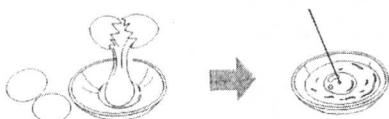

图 1-13 烹调带壳食品应先插孔
(1) 切勿煮带壳蛋，否则压力会使蛋爆裂。应先将蛋打破，再用牙签刺破蛋黄、蛋白数次，如图 1-13 所示。已被煮好的汤圆、荷包蛋等，马上取出可能会因其内部液体沸腾爆破而溅伤人体。应打开炉门后略搁置一会，再取出食用。